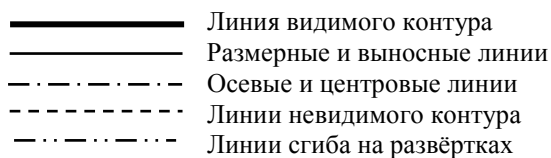

Рис.1
- С какими линиями вы познакомились на предыдущем занятии (рис.1)?